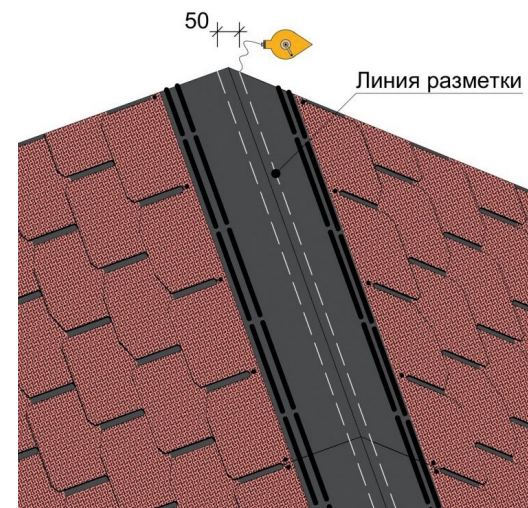

Рис.5 Разметка скатов.
5.2 С помощью мелованного шнура на двух скалах, образующих конёк, отметьте по одной линии параллельно коньку на каждом из скатов. Расстояние между линиями по горизонтали должно составлять 50 мм (Рисунок 5).